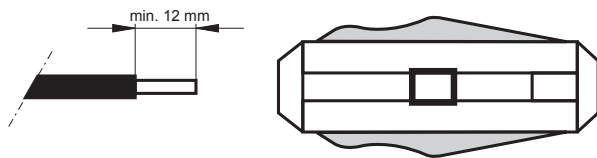

Bild 4 Abisolierer
- Das 2.2 mm LWL-Kabel (POF) ist auf mindestens 12 mm abzumanteln (s. Bild 4).